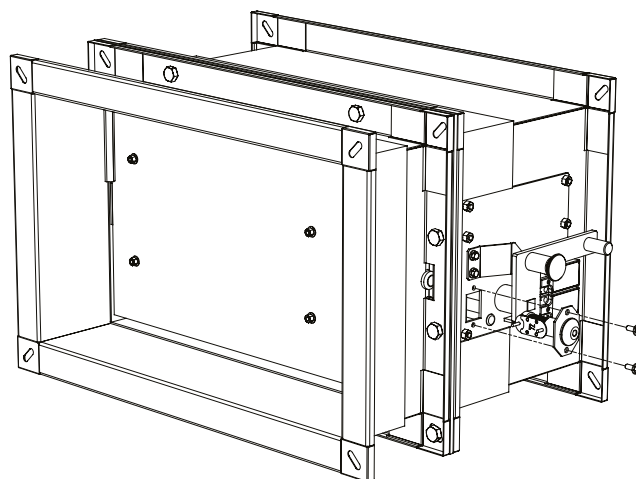

FIG. 7 Estrazione disgiuntore
- 3 - Svitare le viti di fissaggio del disgiuntore (come in FIG. 7);